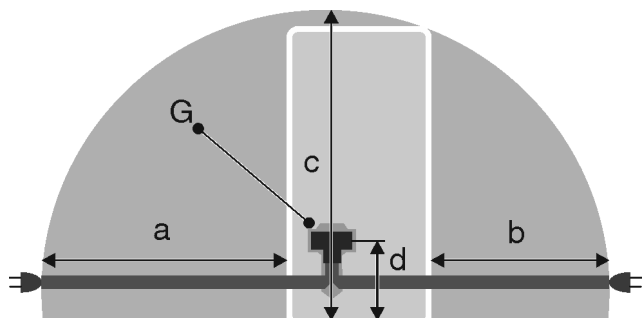

Fig. 20 Combinado refrigerador-congelador/congeladores/electrodomésticos-BioFresh con plena capacidad
- La toma de corriente no está situada detrás del aparato, sino en las zonas a o b Fig. 20 (a, b, c).
- ▶ Enchufe el conector Fig. 20 (G) en la parte posterior del aparato. Preste atención a que encaje correctamente.